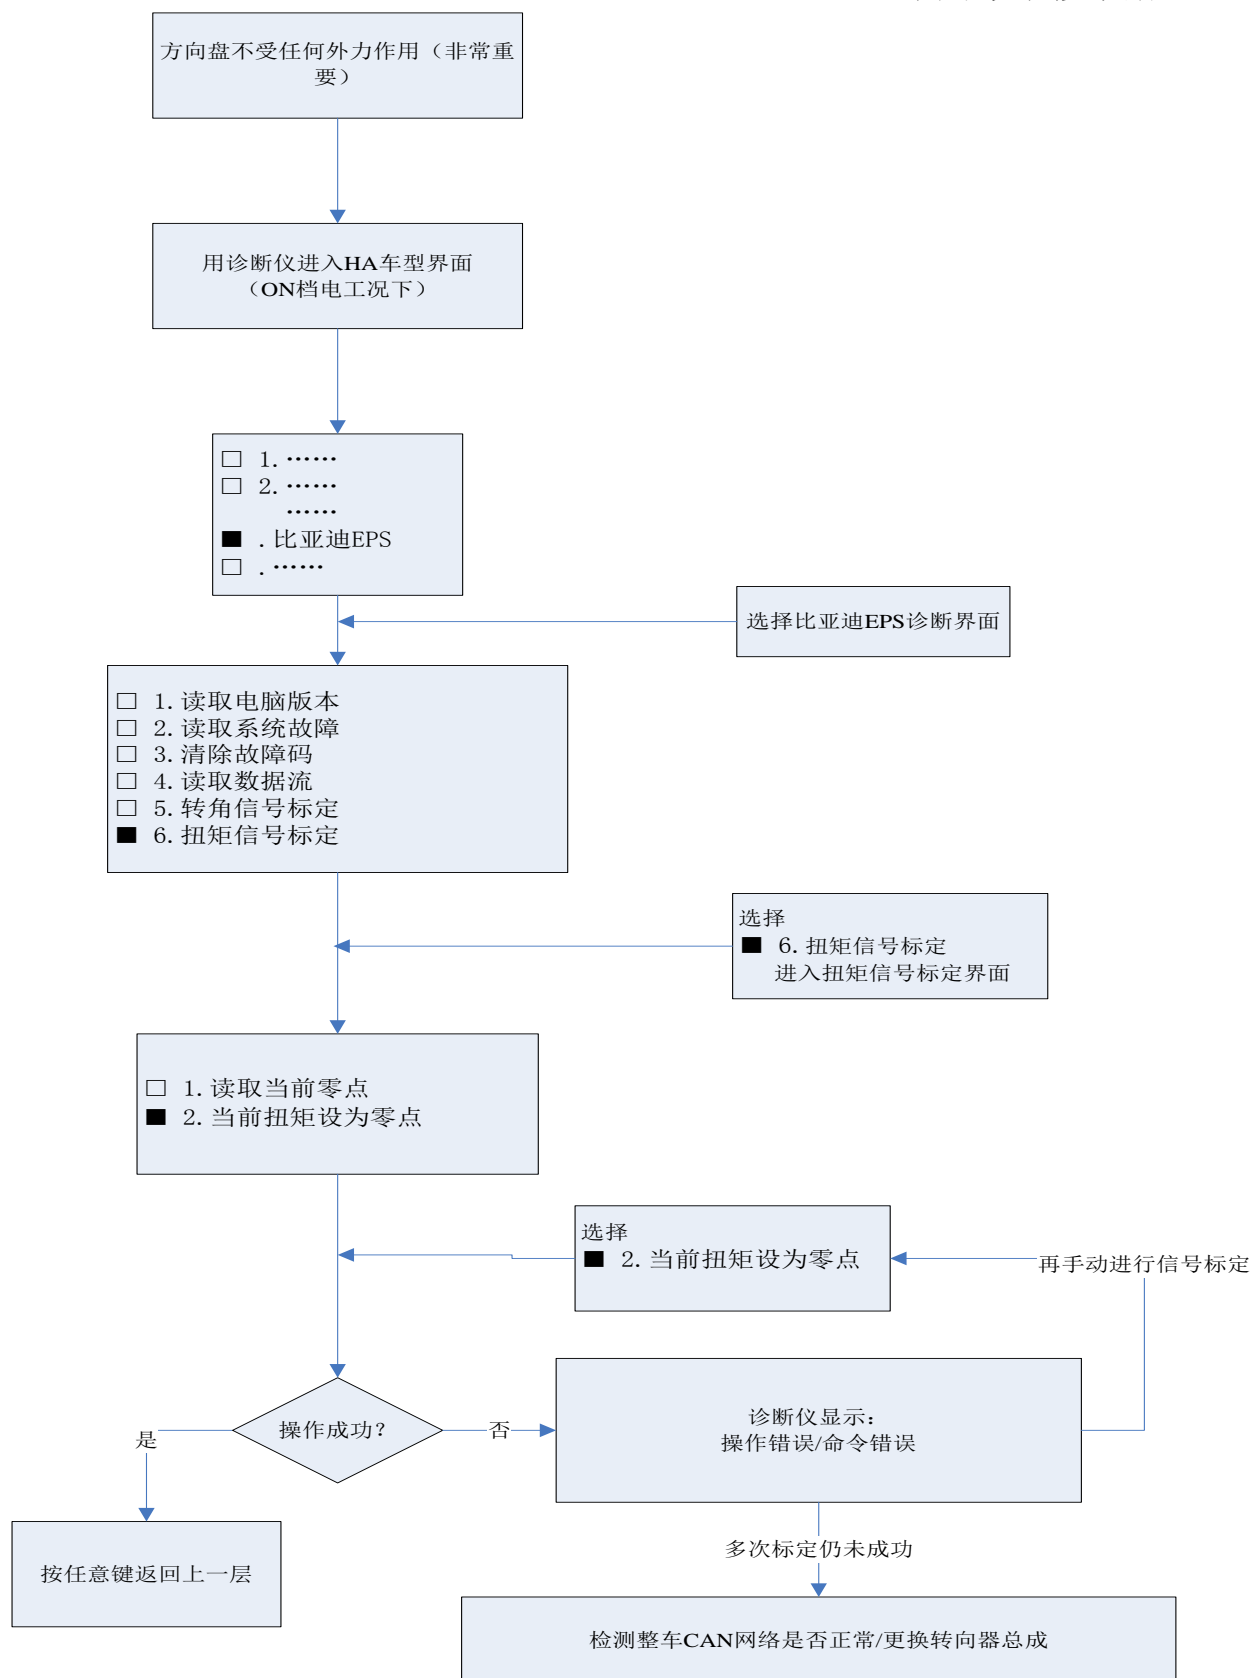

图3-2、扭矩信号标定流程
(2) 本车电动助力转向系统带有主动回正控制功能及遥控驾驶功能，转向系统（齿轮齿条式电动助力转向器总成等）经过拆换后，需重新进行车辆四轮定位，并标定扭矩转角信号，同时标定ESP转角信号。标定扭矩、转角以后，车辆重新上ON档电源清除残留故障码（标定流程如图3-2、3-3、3-4所示）。